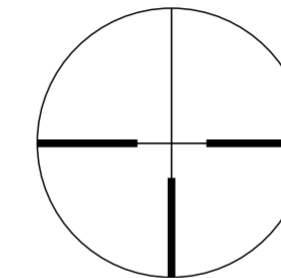
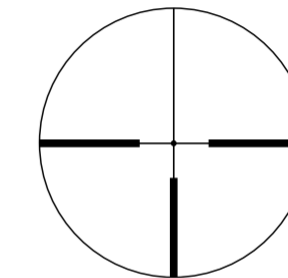

Fig. 3-1
Fig. 3-2
(1) Focalização
- Olhe através da ocular com o olho afastado cerca de 10 cm (4 pol.) para ver o retículo nº. 4 (Alemão 4) (Fig. 3-1) ou o retículo iluminado nº. 4 (Alemão 4) com ponto (Fig. 3-2). Certifique-se de que o olho está posicionado no alinhamento correto e com um alívio de olho (distância entre o olho e a ocular) adequado, caso contrário, a visualização “escurece”.